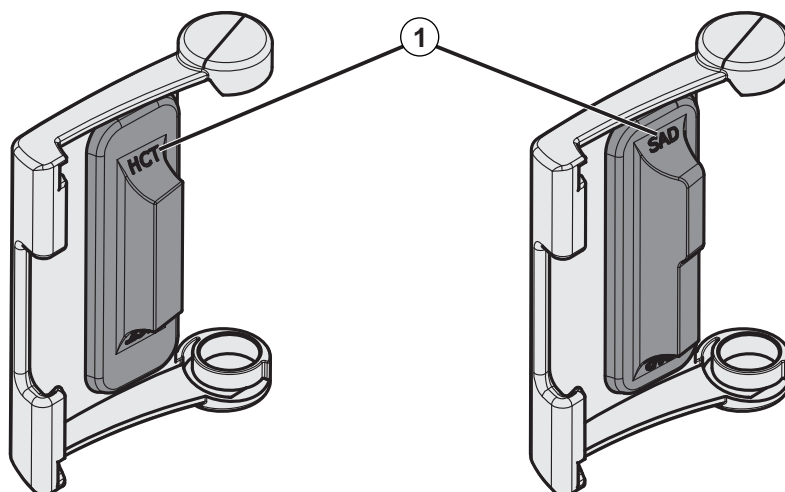

Рис. 7-20 Маркировка с указанием типа на крышках датчиков SAD и НСТ
При установке крышек датчиков SAD и НСТ после очистки убедитесь, что крышки не перепутаны! Сзади крышки отмечены символами *SAD* и *НСТ* (см. Рис. 7-20, ①).